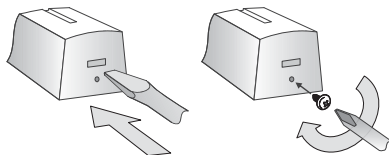

Abb. 2: Öffnung des Meldergehäuses und Sicherung mit einer Schraube
1. Das Meldergehäuse durch Drücken der Klinke öffnen – siehe Abb.2.